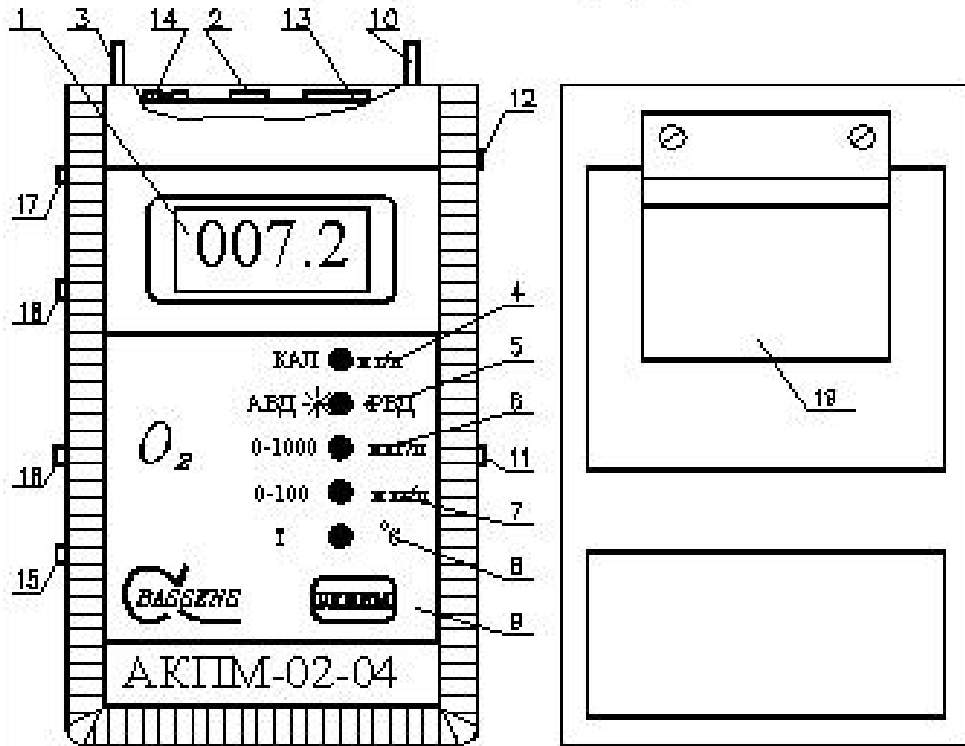

Рис. 2.
1. К розетке 13 (см. рис. 2) подключить имитатор нуля (входит в комплект поставки). Тумблер 10 переключить в режим измерения концентрации кислорода в единицах “мкг/л” и с помощью клавиши “Режим” установить режим ручного выбора диапазона (“РВД”) измерения “0-100” (светится индикатор 7). Показания анализатора должны быть равны нулю (в противном случае установить их равными нулю с помощью потенциометра 12 (Ручка установки “0”). К розетке 14 токового выхода анализатора (контакты 1 и 4) подключить миллиамперметр. С помощью потенциометра 17 (Ручка установки нижнего предела токового выхода) установить показания миллиамперметра на значение 0.00 – 0.02 мА.
2. К розетке 13 (см. рис. 2) подключить имитатор “100” (входит в комплект поставки). После достижения устойчивых показаний произвести их отсчет и запомнить. Потенциометром 11 “КАЛИБРОВКА” установить показания анализатора на значение 100 ± 0.5 (в диапазоне “РВД”). С помощью потенциометра 18 (Ручка установки верхнего предела токового выхода) установить показания миллиамперметра на значение 5 мА. Установить потенциометром 11 “Калибровка” показания анализатора на прежнее значение.
2. К розетке 13 (см. рис. 2) подключить имитатор “100” (входит в комплект поставки). После достижения устойчивых показаний произвести их отсчет и запомнить. Потенциометром 11 “Калибровка” установить показания анализатора на значение 100 ± 0.5 (в диапазоне “РВД”). С помощью потенциометра 18 (Ручка установки верхнего предела токового выхода) установить показания миллиамперметра на значение 20 мА. Установить потенциометром 11 “Калибровка” показания анализатора на прежнее значение.
1. К розетке 13 (см. рис. 2) подключить имитатор нуля (входит в комплект поставки). Тумблер 10 переключить в режим измерения концентрации кислорода в единицах “мкг/л” и с помощью клавиши “Режим” 9 установить режим ручного выбора диапазона (“РВД”) измерения “0-100” (светится индикатор 7). Показания анализатора должны быть равны нулю (в противном случае установить их равными нулю с помощью потенциометра 12 (Ручка установки “0”). К розетке 14 токового выхода анализатора (контакты 1 и 4) подключить миллиамперметр. С помощью потенциометра 17 (Ручка установки нижнего предела токового выхода) установить показания миллиамперметра на значение 0.00 – 0.02 мА.
2. К розетке 13 (см. рис. 2) подключить имитатор “100” (входит в комплект поставки). После достижения устойчивых показаний произвести их отсчет и запомнить. Потенциометром 11 “Калибровка” установить показания анализатора на значение 100 ± 0.5 (в диапазоне “РВД”). С помощью потенциометра 18 (Ручка установки верхнего предела токового выхода) установить показания миллиамперметра на значение 16 мА.